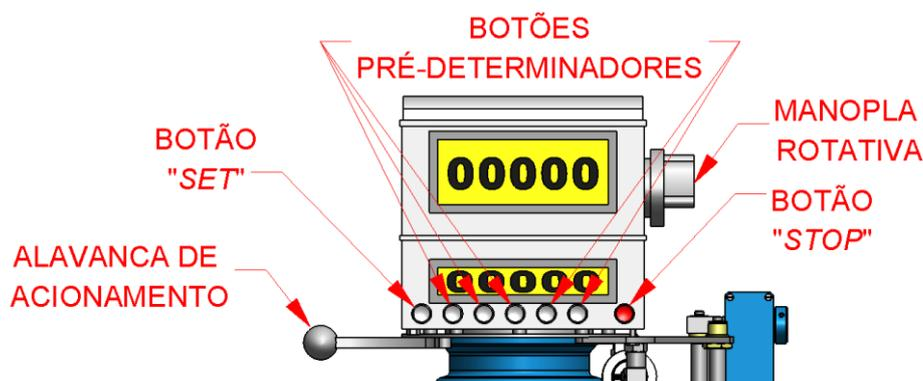

Figura 3 - Posições Registradora M5V.
1. O operador primeiro pressiona o botão de “set” da Registradora (indicado na figura 3) até atingir a posição travada, esse movimento interno causa o acionamento da entrada para desembrear o equipamento;
2. O operador aperta os botões de predeterminação (indicado na figura 3) para assim aparecer no visor o número que representa a quantidade de fluido que ele quer liberar. A cada pressionar de botão a roda girará o correspondente de 1/10 de rotação ou um dígito no sentido de somar.
Após seguir os passos acima para iniciar o processo de batelada, o operador deve puxar a alavanca da Registradora lentamente (indicada na figura 3), esse movimento aciona um mecanismo que liga o “pré-determinador” da M5V a Válvula de Corte, e impele seu sistema interno composto por um fole sanfonado, a se expandir permitindo que o fluido escoe.
i	<p>Importante</p> <ol style="list-style-type: none">I. Ao iniciar a batelada o botão de “set” avança para fora e trava os botões de predeterminação, impedindo que o valor seja alterado durante o processo, portanto nunca deve ser acionado qualquer um desses botões enquanto o disco estiver na posição carregada.II. Caso seja necessário interromper a batelada deve-se apertar o botão vermelho “stop” (indicado na figura 3) que desarma as linguetas internas e interrompe abruptamente o processo de envase.III. Para zerar novamente a Registradora a manopla rotativa encontrada na sua lateral esquerda deve ser girada de forma que todos os números tenderão a zero com o movimento (indicado na figura 3).